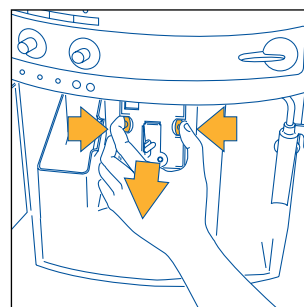

Fig.29
- druk zijlings de twee rode zijlipjes van de infusor naar het midden toe (fig. 29) en trek hem uit het apparaat;